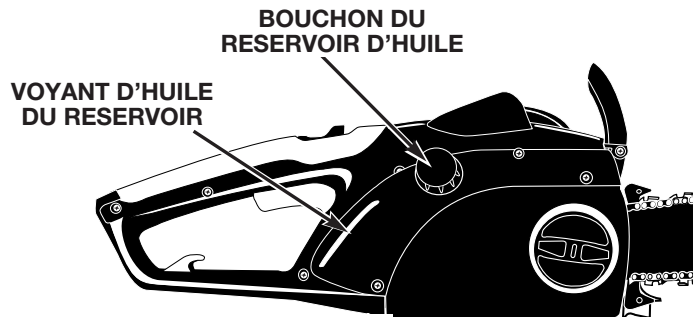

Fig. 3
1. Remplir le réservoir à huile avec une huile à chaîne et guide-chaîne appropriée (Fig. 3). Utilisez un entonnoir, essayez tout débordement et assurez-vous qu'aucune saleté n'entre dans le réservoir.